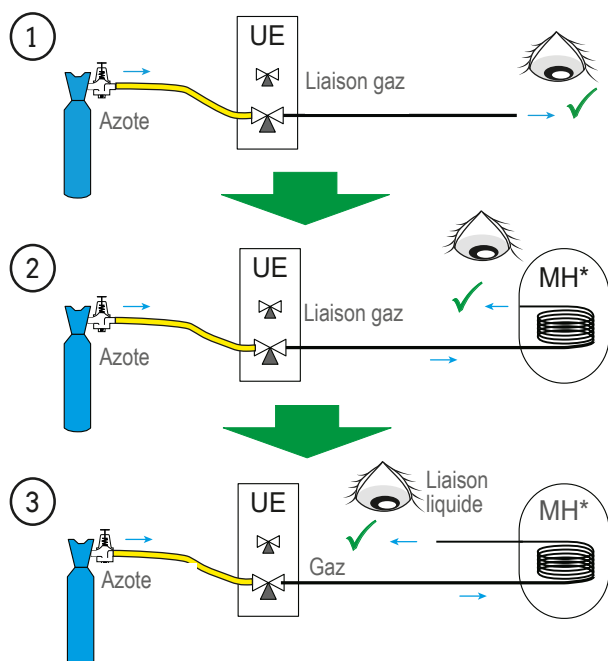

fig. 33 - Vérification des liaisons frigorifiques
- Suivant le cas, raccorder un adaptateur (réduction) 1/4" - 3/8" ou 1/2" - 5/8" (voir *fig. 33*).